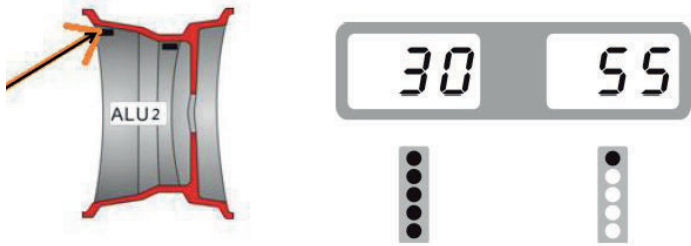

Abb.7
- Bewegen Sie das Rad langsam gegen den Uhrzeigersinn. Das Display mit voll erleuchteter linker LED zeigt die richtige Winkelposition an, an der das Gewicht von innen angebracht wird, Position 12 Uhr (9 Uhr = aus) oder 9 Uhr (9 Uhr = ein), wie in Abbildung 7 dargestellt, fügen Sie ein Gewicht hinzu.